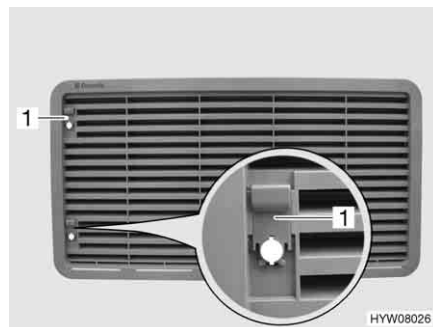

Fig. 148 Rejilla de ventilación del frigorífico (con corredera)
- Retirar:* ■ Empujar la corredera (Fig. 148,1) hacia arriba.